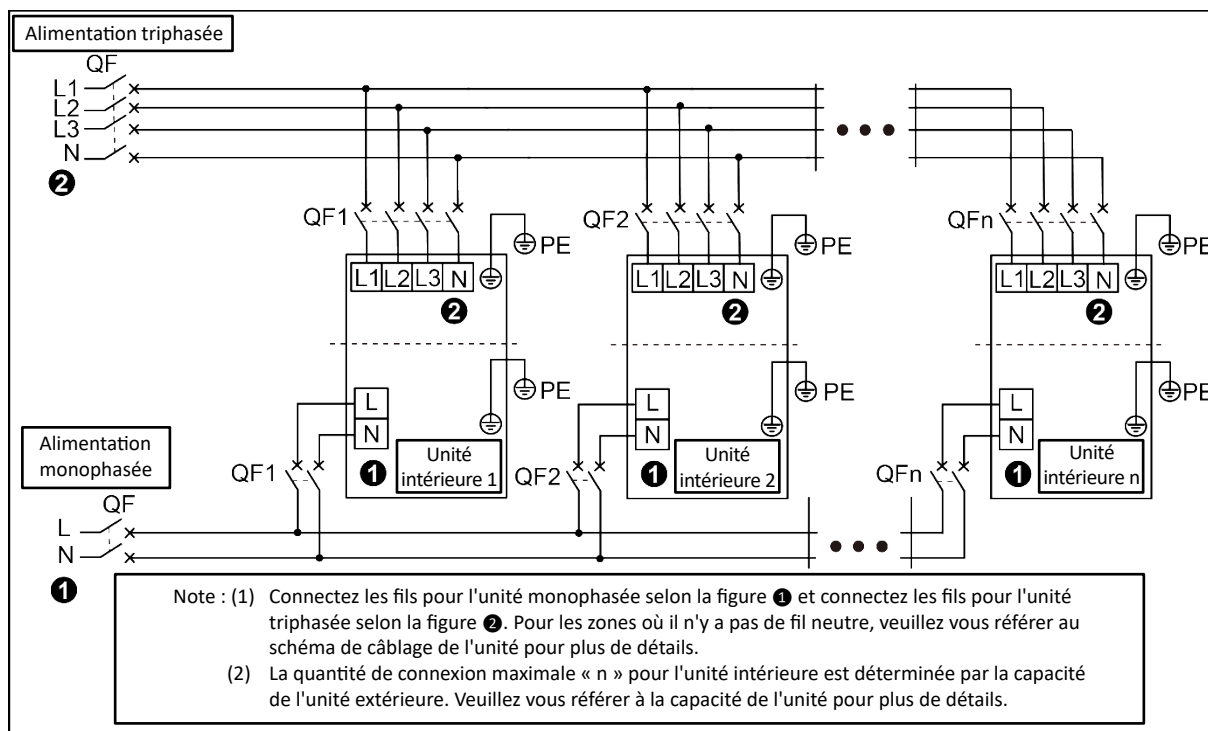

Fig. 5.2
- 3 Connectez les fils comme indiqué à la Fig. 5.2.